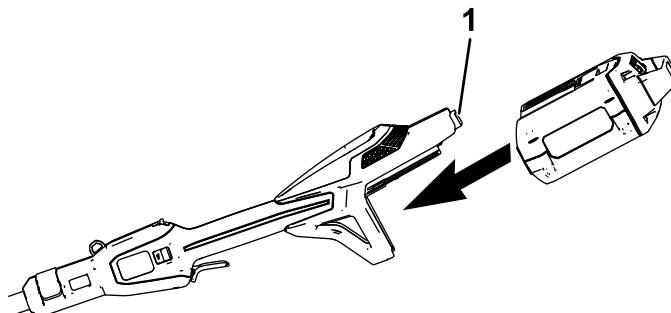

Bild 7
2. Fluchten Sie das Loch im Akkupack mit der Zunge am Antriebskopf aus (Bild 7).
3. Schieben Sie das Akkupack in den Antriebskopf, bis das Akkupack einrastet (Bild 7).